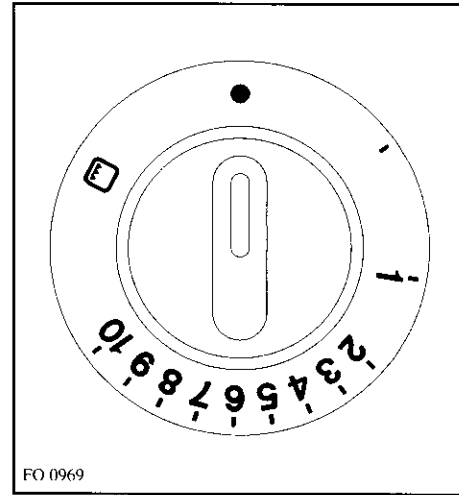

Fig. 4
## LA COMMANDE FOUR/GRILLOIR (Fig. 4)
- Poussez et tournez la commande Four/Grilloir (Fig. 4) vers la gauche jusqu'au repère 10. Une fois le brûleur allumé, maintenez la pression sur la manette pendant 10 secondes minimum pour activer la sécurité thermocouple, faute de quoi le brûleur s'éteindra dès que vous relâchez la manette.